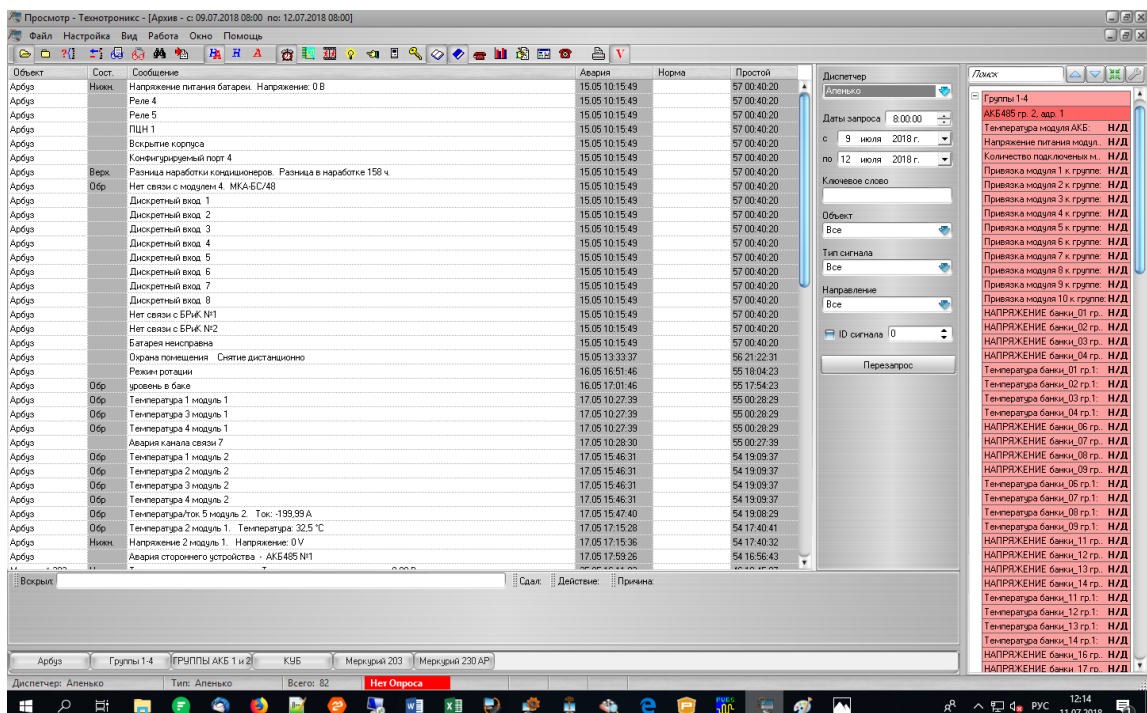

Рис. 18 Просмотр аналоговых параметров контроля (столбик справа)
- Запустить программы «Квитирование» и «Просмотр», если он не запустился самостоятельно «Квитированием». Встать на окно «Просмотра». В третьей сверху строчке после всех пиктограмм справа имеется изображение символа «V». Нажать на него. Справа откроется столбик с аналоговыми данными (см. рис. 18). Там должна быть информация о всех контролируемых параметрах (имеется роллинг). Розовым цветом отражаются параметры, в которых обнаружено нарушение порогов. Все объекты расположены в структуре, могут оперативно сворачиваться или разворачиваться.